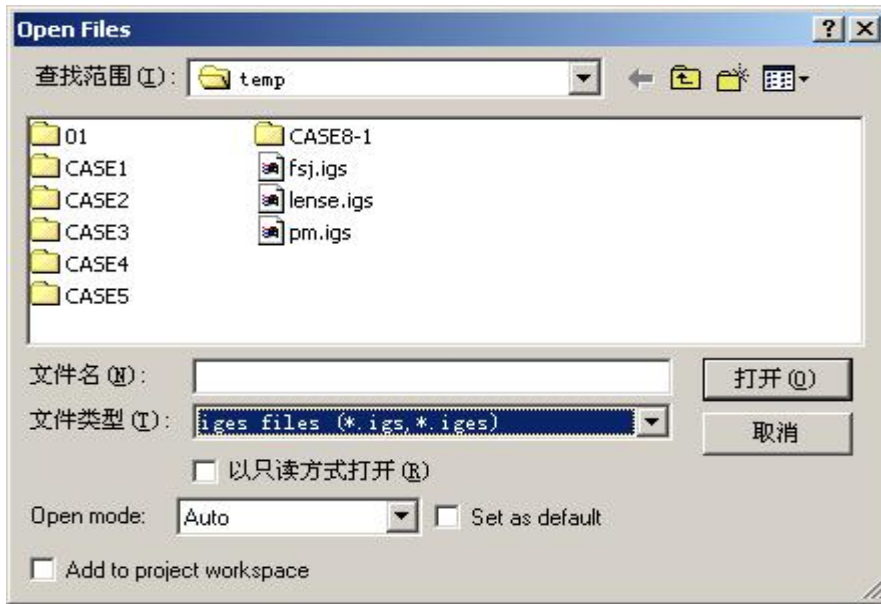

图 2.2-13
- ①、选择 Menu: Files → Open, 选择文件类型 Iges Files, 选择文件 fsj.igs, OK, 如图 2.2-13 示: